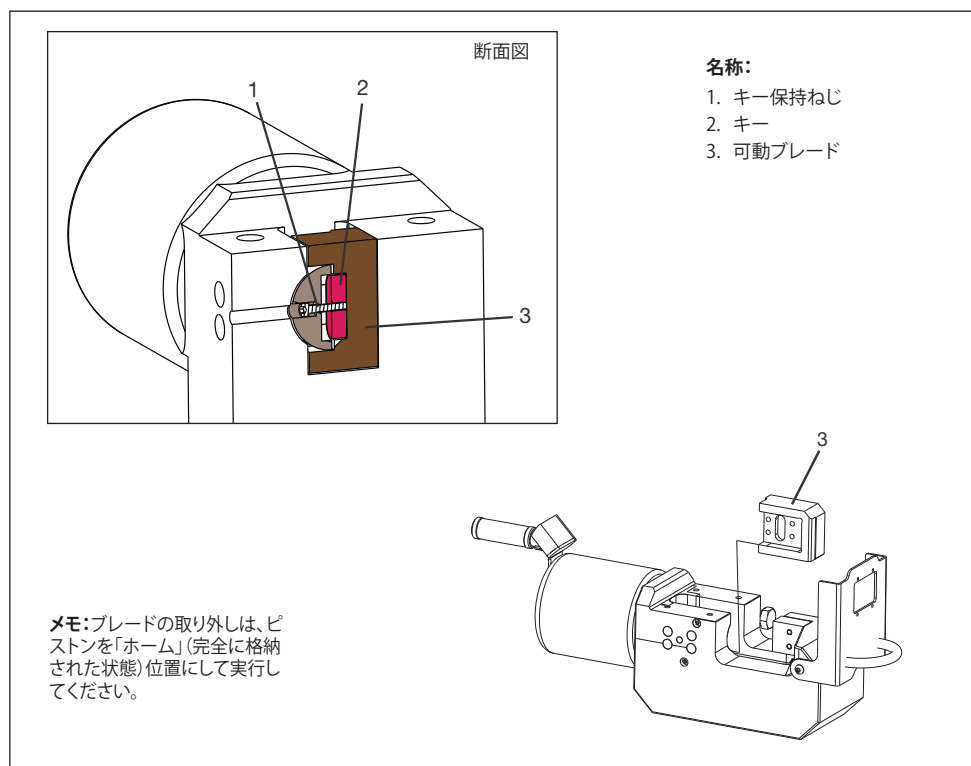

図17:可動ブレードの交換(図2/2)
7. キー保持ねじ(図17、項目1)を緩めます。ねじがキー(図17、項目2)のねじ穴から完全に外れるまで緩めていきます。
8. ドライバーを使用して、保持ねじ(図17、項目1)の端をゆっくり押し、キー(図17、項目2)が可動ブレード(図17、項目3)の側面のチャンネルまでしっかり入るよう移動させます。
9. 摩耗した可動ブレードとキー(図17、項目2および3)をスライディングして外し、取り外します。
10. キー保持ねじ(図17、項目1)を取り外します。
11. 新品の可動ブレード(図17、項目3)のキー溝に新品のキー(図17、項目2)を取り付けます。
12. 新品の可動ブレード(図17、項目3)をカッターのブレードスロットに挿入します。
13. 新品のキー保持ねじ(図17、項目1)をカッティングヘッドの側面の穴を通してスライドさせます。
14. キー保持ねじ(図17、項目1)のねじ山をキー(図17、項目2)のねじ山に噛み合わせます。
15. キー保持ねじ(図17、項目1)を締め付け、キー(図17、項目2)をシリンダーピストンのキー溝に入るよう引っ張ります。91 in-lbs [10.3 Nm] のトルクをかけます。